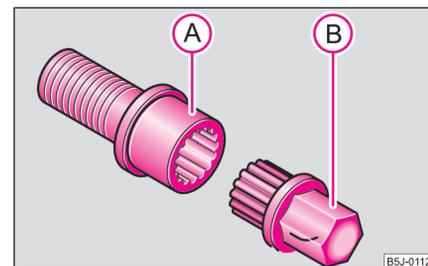

Fig. 174 Tornillo de seguridad para ruedas con adaptador
- Introducir el adaptador (B) con su lado dentado hasta el tope de tal modo en el dentado interior del tornillo de seguridad para ruedas (A), que ya sólo sobresalga el hexágono exterior ⇒ fig. 174.
- Calar la llave de rueda hasta el tope en el adaptador (B).